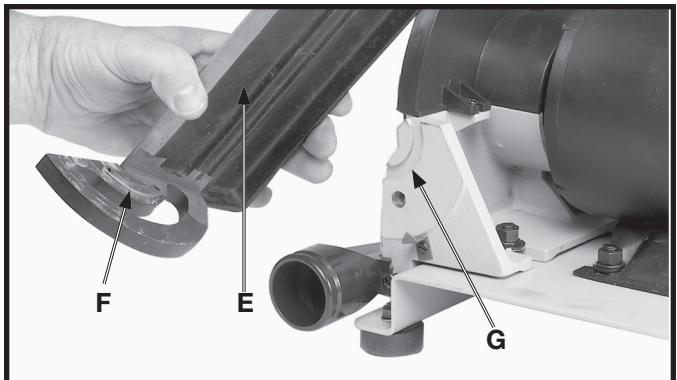

Fig. 14
- Placer la table de la ponceuse à disque (E) fig. 14, sur la base moulée de la ponceuse à disque. S'assurer que la clé (F) du support de table soit engagée (G) dans la base moulée.